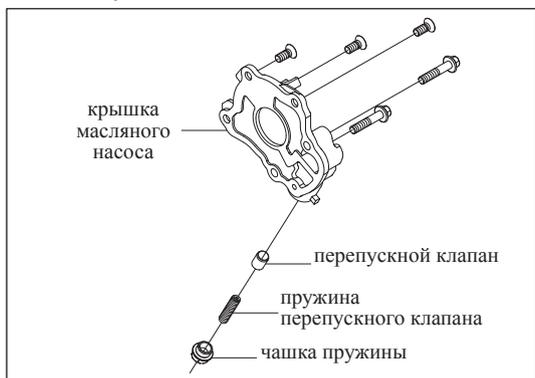

Рис. 11-4-9. Установка перепускного клапана
- (2) Установка перепускного клапана
- а) Установить клапан с пружиной в гнездо, как изображено на рис. 11-4-9.